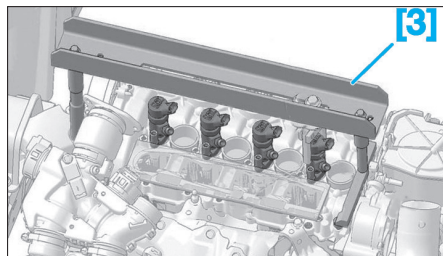

Fig. 52
- Mettre en place l'outil [3] (Fig.52).